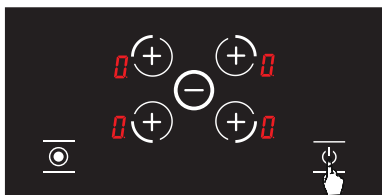

Рисунок 8
1.  Нажмите кнопку, чтобы включить варочную панель. (см. Рисунок 8)